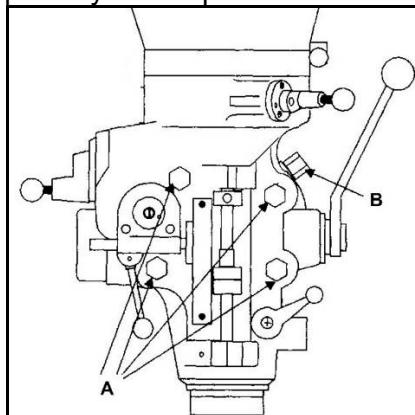

Рис. 18
1. Ослабьте четыре большие шестиграннны гайки, которые крепят фрезерную голову к консоли станка (Рис. 18). 1/4 оборота должно быть достаточно, чтобы ослабить фрезерную голову.
2. Для наклона головы вправо или влево поверните стяжную гайку (B, Рис. 18). Используйте угловую шкалу на переходнике цилиндра. **Внимание: применяйте врачающий момент в два этапа с использованием шаблона пересечений. Иначе можно деформировать лицевую часть переходника цилиндра.**